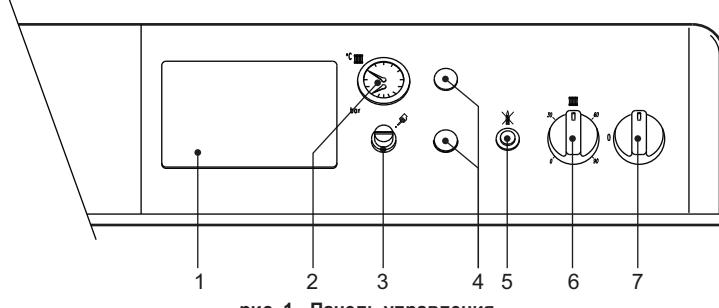

рис. 1 - Панель управления
- Переведите выключатель котла "7" в положение 1 (рис. 1).
Повернув рукаватку 6 на рис. 1 по часовой стрелке, температура воды в системе отопления повышается и наоборот. Температуру воды в системе отопления можно регулировать в пределах от 30° до 90°. Однако не рекомендуется эксплуатировать котел при температуре ниже 45°.
Задайте с помощью термостата температуру воздуха в помещении нужную температуру внутри помещения. При поступлении команды от комнатного термостата котел включается, обеспечивая нагревание воды в системе отопления до температуры, заданной регулирующим термостатом 6 di рис. 1. При достижении в помещении желаемой температуры котел выключается.